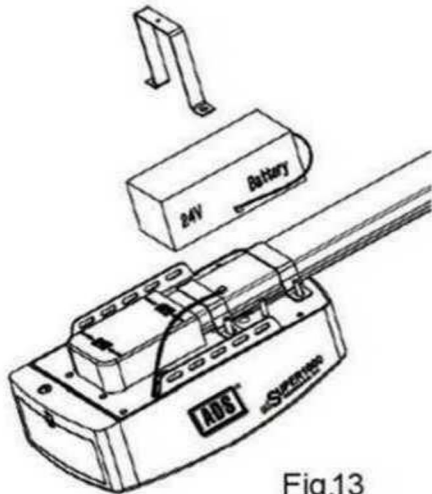

Fig.13
- 1.Ensamble la Batería de Respaldo y el Soporte de la Batería como en la imagen, fije con los Tornillos suministrados (Fig.13).